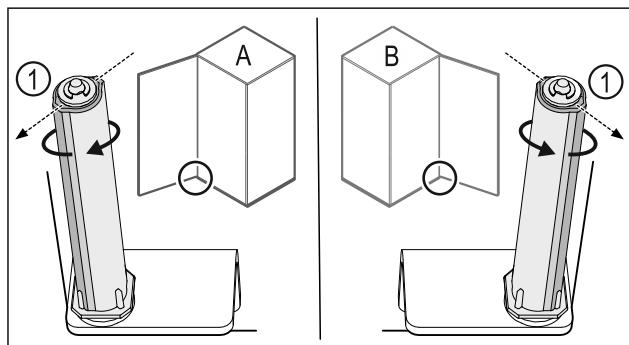

Fig. 39 Hapja majtas (A) / Hapja djaththas (B)
- ▶ Rrotulloni sistemin e mbylljes kundër rezistencës, derisa shufra e sistemit të mbylljes Fig. 39 (1) të jetë drejtuar nga jashtë.